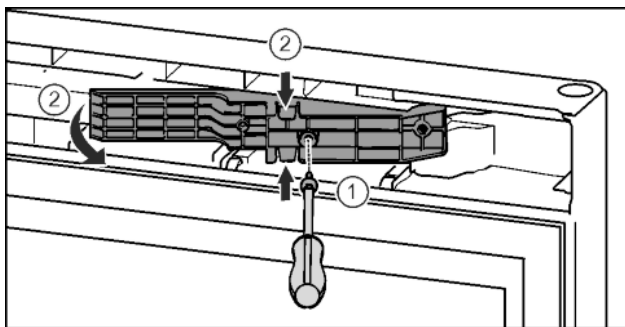

Fig. 16*
- ▶ Schrauben mit Schraubendreher T15 lösen.* Fig. 16 (1)
- ▶ Adapterstück herausziehen.* Fig. 16 (2)